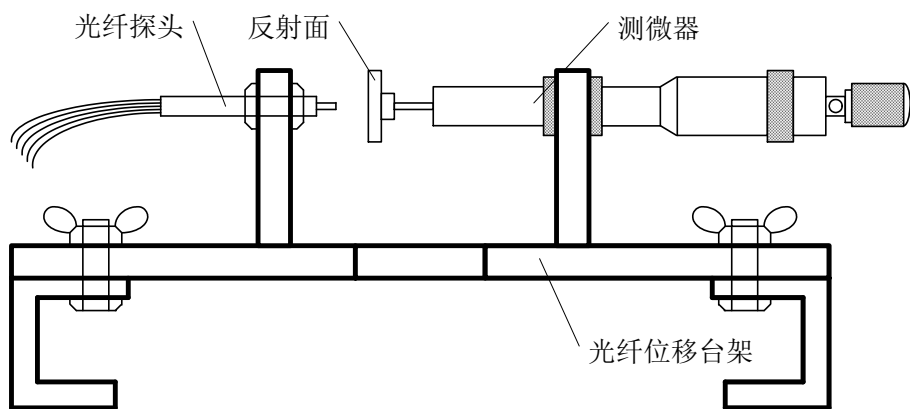

图 31-2 光纤传感器安装示意图
- 2、按照图 31-2 安装光纤位移传感器，将传感器的插头与转换电路板上的插座相连，并将转换电路板的输出连接至数字电压表上。